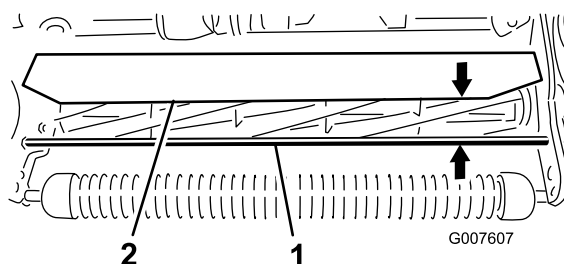

図 51
- 前サポートロッドの上面からシールドの前リップまでの距離をカッティングユニットの両端で測定する（図 51）。